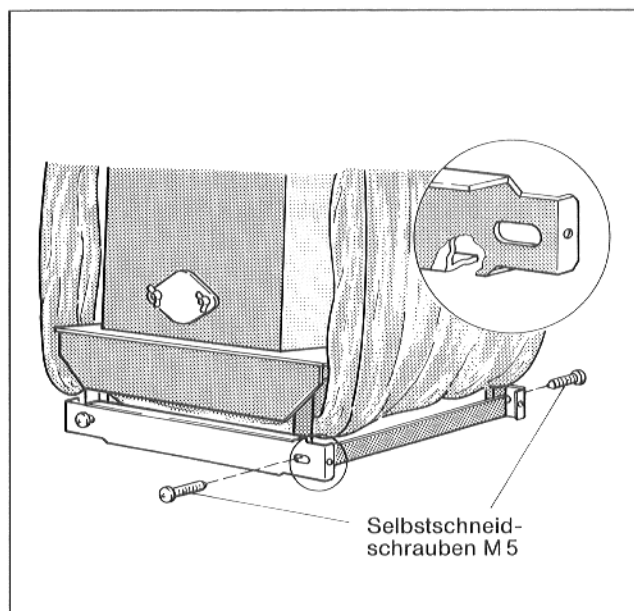

Abb. 9
- Vordere und hintere Rahmenleiste unten an Kesselrahmen mit je 2 Selbstschneideschrauben (Senkkopf M5) lose anschrauben (Abb.9).